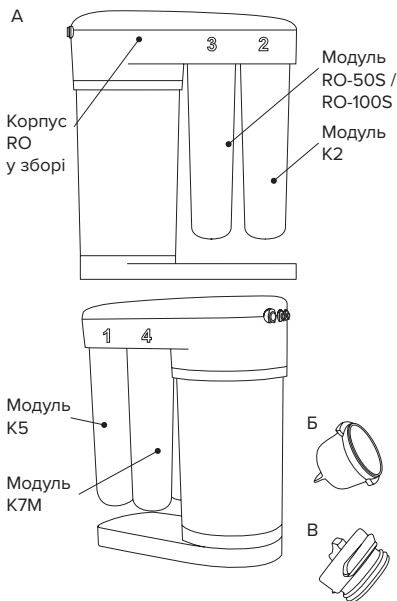

Рис. 1:
1. Корпус RO (рис. 1) складається з верхньої плити з колекторами для приєднання змінних фільтруючих модулів, блоку гідроавтоматики, основи, що забезпечує стійкість RO. Верхня плита закрита декоративною кришкою, що закріплена пластиковими фіксаторами. Важливою деталлю корпусу RO є накопичувальний бак для чистої води. Оскільки продуктивність зворотноосмотичної мембрани невелика (залежить від типу мембрани, температури води, тиску у водопроводі), вода після мембрани надходить у накопичувальний бак для того, щоб Ви могли користуватися чистою водою в будь-який момент і в необхідних кількостях.